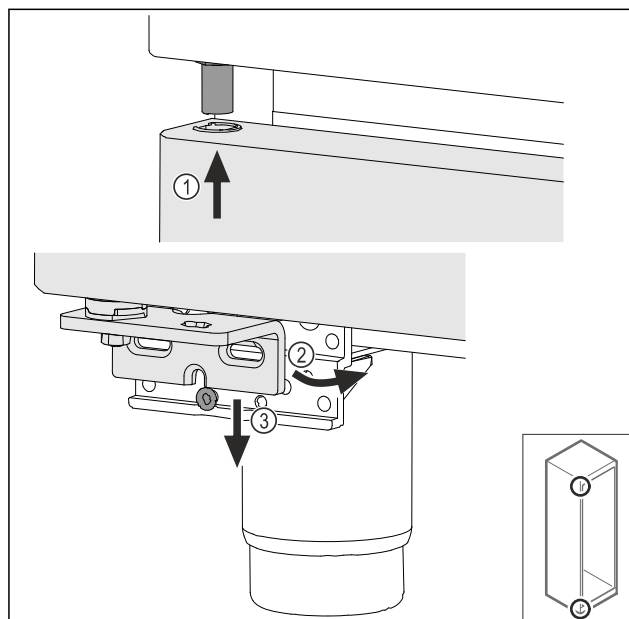

Fig. 39
- ▶ Šiek tiek pavertę duris, įstatykite jas viršuje Fig. 39 (1), išlygiuokite tiesiai Fig. 39 (2) ir užmaukite ant atraminės gembės varžto Fig. 39 (3).